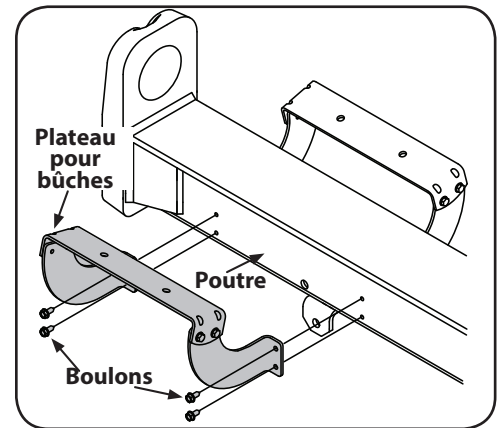

Figure 3-7
18. Fixez à nouveau le plateau pour bûches aux soupapes de commande, alignez les trous du plateau avec ceux de la poutre et réinstallez la quincaillerie retirée à l'étape 15. Voir Figure 3-7.